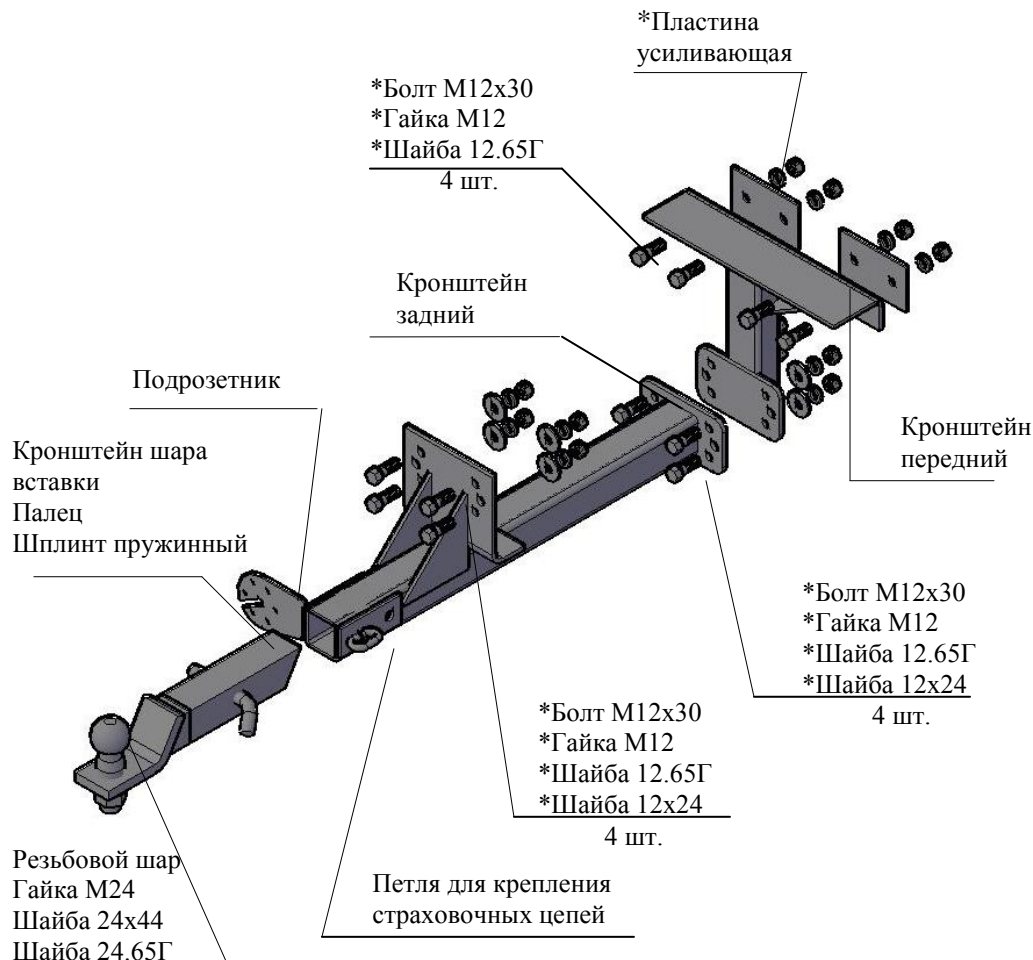

РИС.1 Тягово-сцепное устройство ТСУ 3163.В
2.1 ТСУ 3163.В в сборе (рис.1)	1 шт.
2.2 Пакет с комплектующими (см. рис.1)	1 шт.
4.2 Закрепить передний кронштейн ТСУ четырьмя болтами М12х30 и гайками М12 на поперечной балке автомобиля в соответствии с рис.1, используя